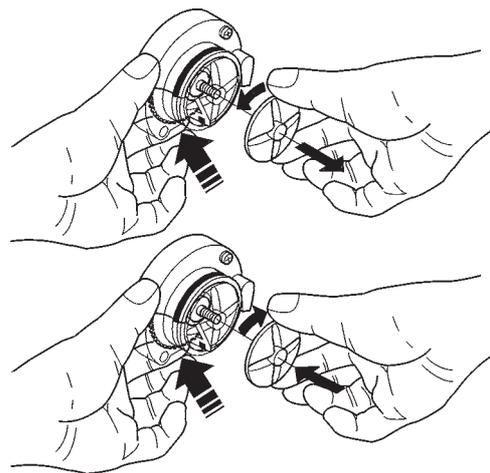

Fig. 23
- pour dévisser les rotors, il suffit de bloquer avec un doigt le disque monté sur l'arbre du mixer (voir fig. 23), puis de faire tourner l'hélice en la dévissant.